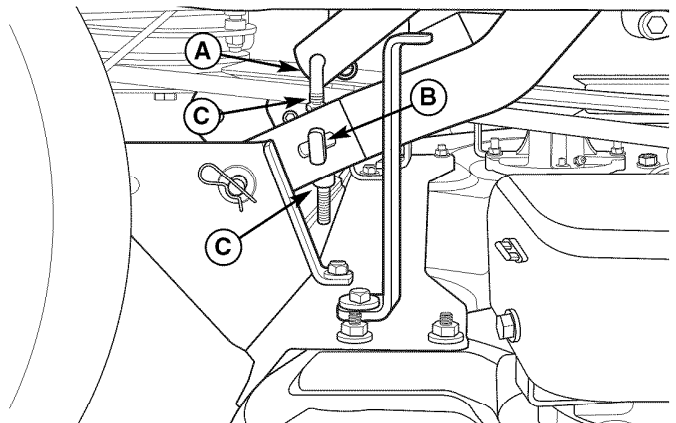

Figura 41. Nivelado de un Lado a Otro
6. El nivelado de un lado a otro se logra usando las varillas roscadas (A, Figura 41) y el muñón (B) en la parte posterior derecha e izquierda de la cubierta de la sesgadora. Afloje las contratuercas (C) y ajústelas hacia arriba o hacia abajo para ajustar el nivel de la sesgadora. Cuando termine, apriete las contratuercas unas con otras para sujetar el ajuste en su lugar.